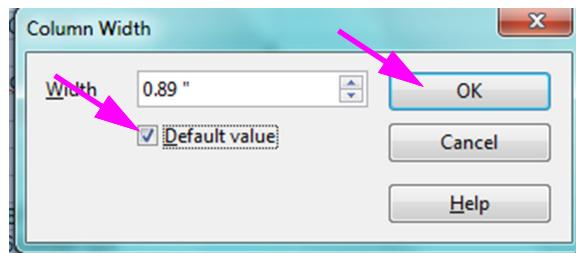

Figure D-7. Boîte de dialogue Column Width (Largeur de colonne)
- La boîte de dialogue Column Width (Largeur de colonne) s'affiche. Consultez la Figure D-7.